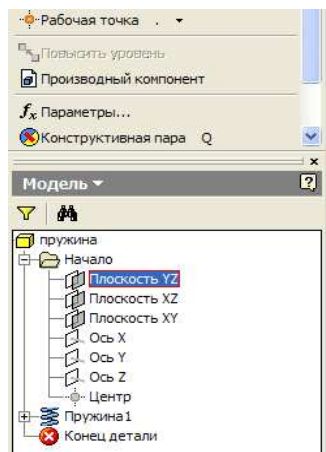
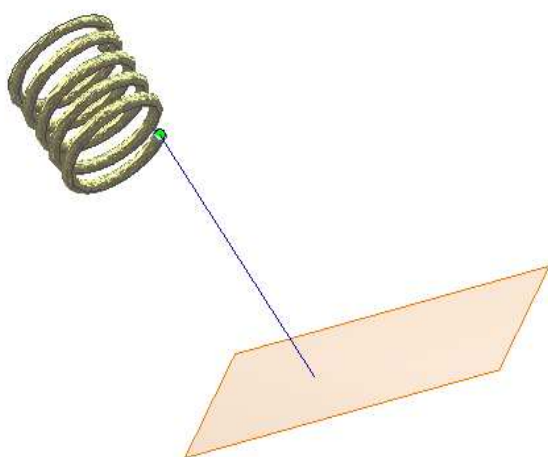

Рис. 150
Рис. 151
1. В браузере откройте ветвь **Начало**, выберите нужную плоскость – в нашем случае это – **Плоскость YZ** (рис. 150) – появится макет плоскости – нажмите правую клавишу и выберите в появившемся меню – **Видимость** (рис. 150) – Измерьте расстояние от плоскости до центра витка пружины (рис. 151) с помощью команды **Сервис – Измерить расстояние** – укажите центр витка и плоскость (рис. 151) – запомните полученное расстояние. Выберите ко-